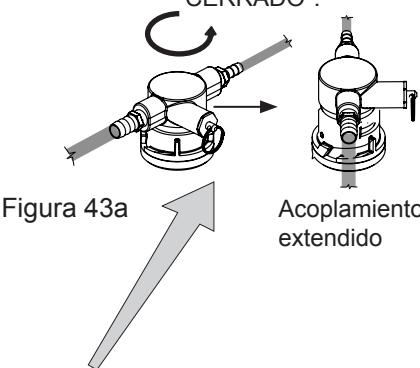

Figura 43a
9. Conexión del acoplamiento del barril al barril: verifique que el acoplamiento esté en la posición CERRADO (vea la Figura 43a). Alinee las orejas del cuello del barril con las aberturas correspondientes en el acoplamiento y gírela a la derecha hasta que se detenga (aproximadamente 90°). Presione hacia abajo y gire la parte superior del acoplamiento a la derecha para que el gas entre en el barril.